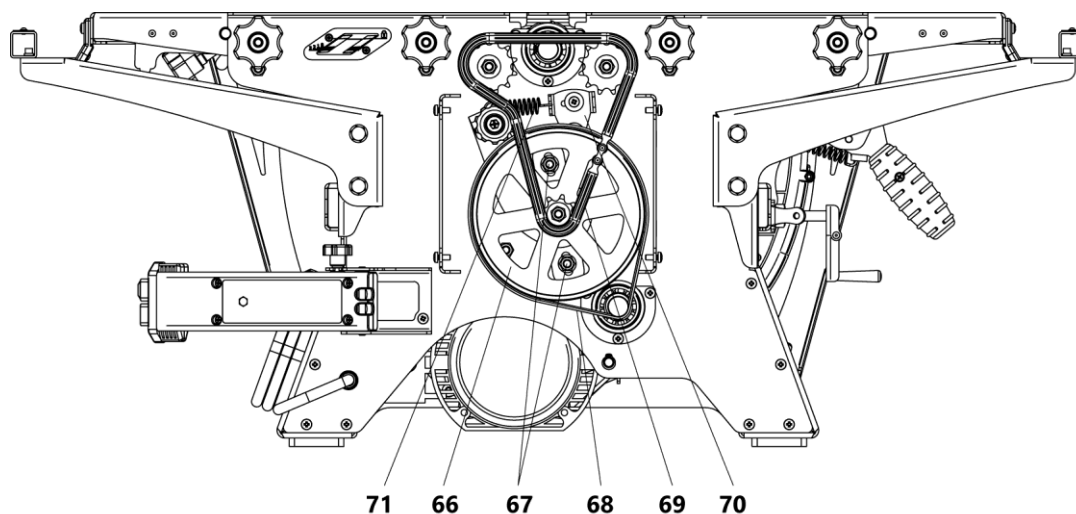

Рисунок 23 Установка приводного ремня и цепи автоматической подачи при рейсмусовании
- ослабить гайки 67 крепление шкива 66 (рис. 23);